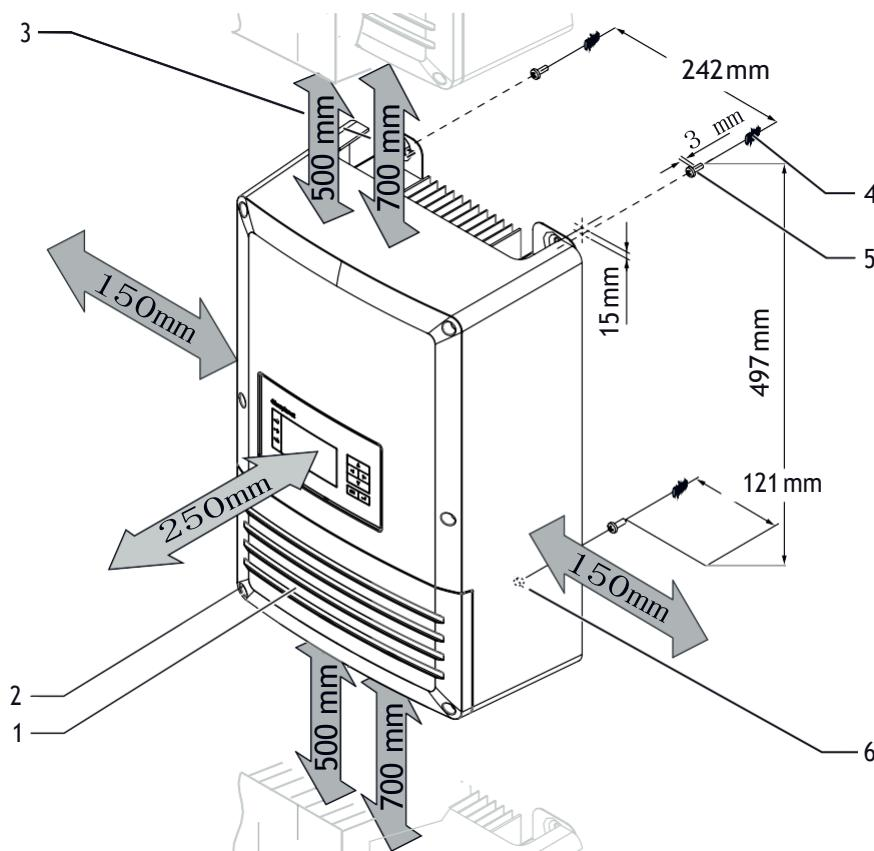

Figure 5: Distances minimales / Suspension de l'onduleur
- À l'aide des dimensions indiquées dans Figure 5 ou des pattes de suspension de l'arrière de l'appareil, marquer la position des trous supérieurs sur le mur.